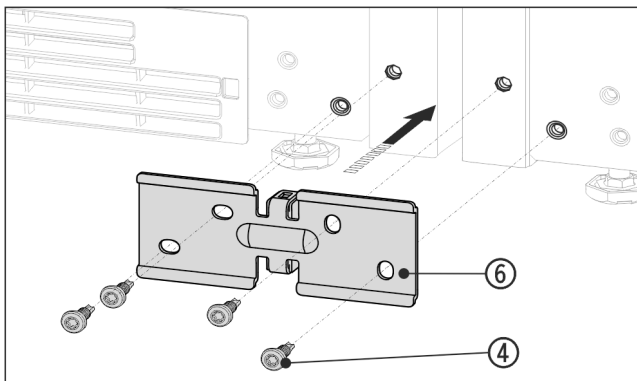

Fig. 15 Représentation à titre d'exemple
- ▶ Pousser l'équerre Fig. 15 (6) avec l'entretoise entre les appareils et visser sans serrer avec 4 vis Fig. 15 (4).